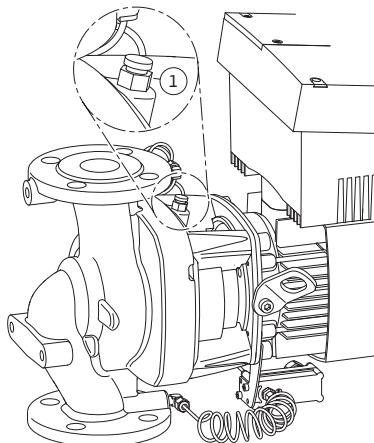

Fig. 45: Vanne de purge
- Mettre la pompe hors pression en ouvrant la vanne de purge (fig. 45, pos. 1).